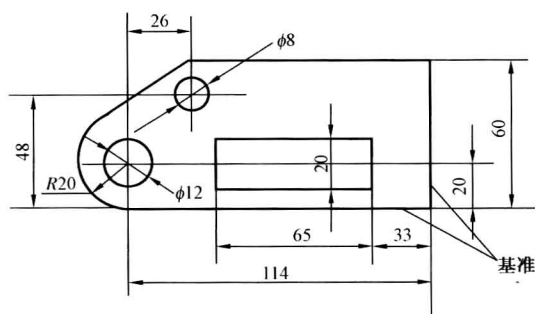

图 1-24 相互垂直的平面基准类型
(1)以两个互相垂直的平面为基准,示例如图 1-24 所示。